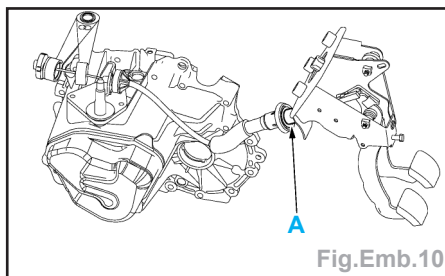

Fig.Emb.10
- l'emboîtement du câble de commande de débrayage sur le tablier (A) (Fig.Emb.10),